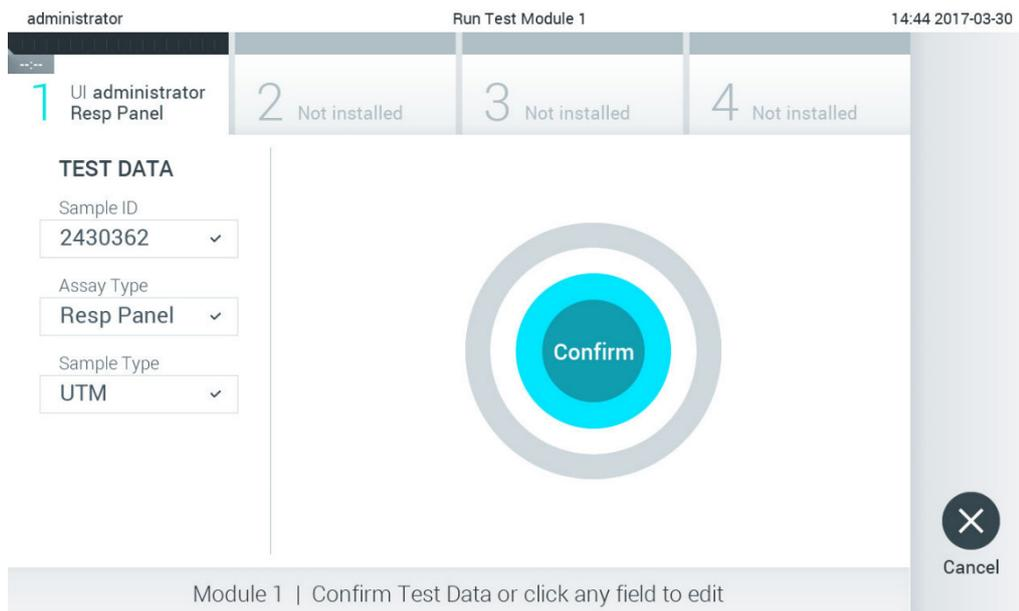

図 26.確認画面。
5. Confirm (確認) 画面が表示されます。入力したデータを見直します。そして、タッチスクリーンの該当するフィールドを押し、当該情報を編集して、必要な変更を行います (図 26)。